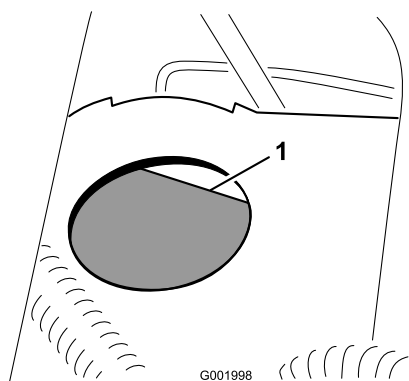

Figura 64
2. Il livello dell'olio deve raggiungere la linea di pieno sul serbatoio (Figura 64).